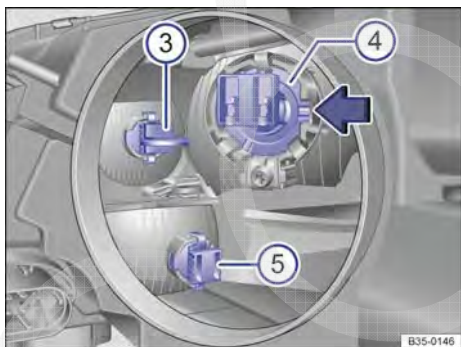

Fig. 203 Montar e desmontar a lâmpada do farol de rodagem diurna e luz de posição (3), farol de conversão (4) ou indicador de direção (5).
4. Retirar o suporte da lâmpada → Fig. 203 (3) com a lâmpada incandescente para trás da carcaça do farol.
7. Colocar o suporte da lâmpada com a lâmpada incandescente na posição original dentro da carcaça do farol (3).
3. Remover a cobertura de borracha da parte traseira do farol (2).
4. Pressionar o suporte da lâmpada → Fig. 203 (4) na direção da seta e retirar com a lâmpada incandescente para trás da carcaça do farol.
7. Colocar o suporte da lâmpada com a lâmpada incandescente na posição original dentro da carcaça do farol (4) e pressionar contra a direção da seta. O ressalto do encaixe da lâmpada deverá estar no entalhe da carcaça do farol → Fig. 203 (seta).
3. Remover a cobertura de borracha da parte traseira do farol ②.
Pressionar o suporte da lâmpada → Fig. 203 ⑤ para baixo e retirar com a lâmpada incandescente para trás da carcaça do farol.
6. Colocar o suporte da lâmpada com a lâmpada incandescente na posição original dentro da carcaça do farol ⑤ e pressionar para cima.